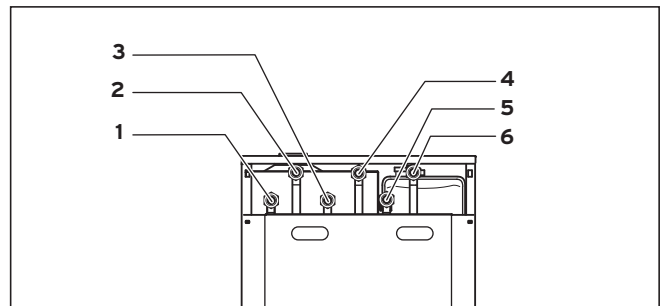

Fig. 5.1 Position des raccords
- Branchez le départ chauffage sur le raccord du départ chauffage (5), se reporter à la Figure 5.1.
- Branchez le retour chauffage sur le raccord du retour chauffage (6), se reporter à la Figure 5.1.
- Branchez le raccord d'eau chaude (EC) (4), se reporter à la Figure 5.1.
- Branchez le raccord d'eau froide (EF) (3) avec les dispositifs de sécurité correspondants, se reporter à la Figure 5.1.
Si nécessaire, il est possible de raccorder une conduite de circulation (1), cf. fig. 5.1.